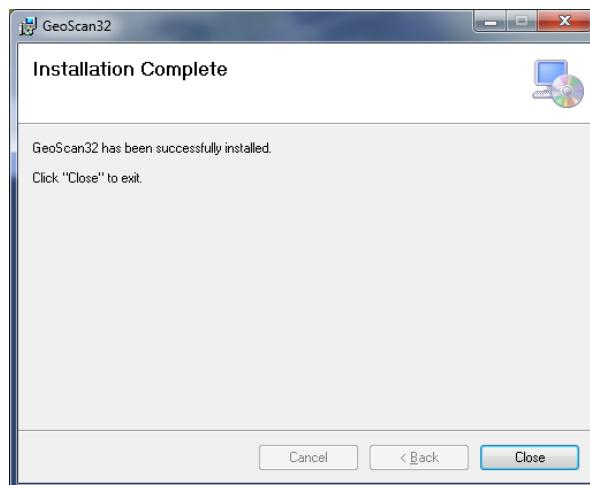

Рис. 1.6 - Завершение установки
7. Нажмите «Close» для окончания установки. (Рис. 1.6).